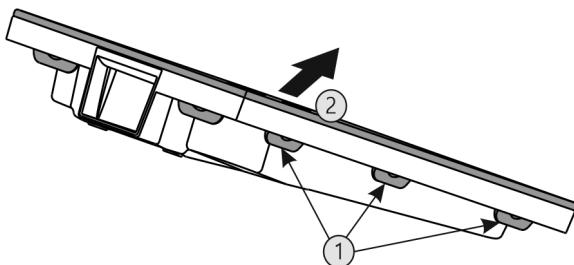

Fig. 38
- ▶ Appuyer sur toutes languettes Fig. 38 (1) l'une après l'autre et enlever le couvercle Fig. 38 (2).